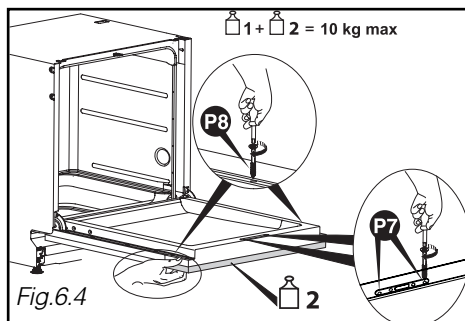

Fig. 6.4
- Ouvrez la porte du lave-vaisselle en maintenant le faux-tiroir sur la porte. Centrez le panneau bois latéralement si besoin par rapport au panneau de porte. Mettre les 2 vis **P7** et 2 vis **P8** (Fig. 6.4).